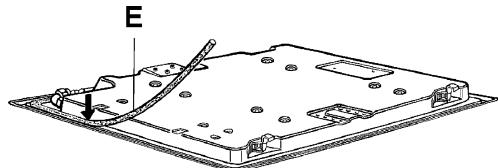

FIG. 9
- Se rastoarna plita si se aseaza corect garnitura "E" (fig. 9) sub marginea acestuia, astfel incat partea exterioara a garnituirii sa se imbine perfect cu marginea plitei. Extremitatile benzilor trabuie sa se uneasca fara sa se suprapuna.